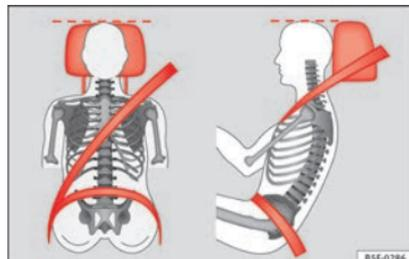

Fig. 75 Visto de frente y de lado: apoyacabezas y cinturón ajustados correctamente.
- Ajuste el apoyacabezas de modo que el borde superior del mismo quede a la misma altura que la parte superior de la cabeza, como mínimo a la altura de los ojos »» fig. 75.